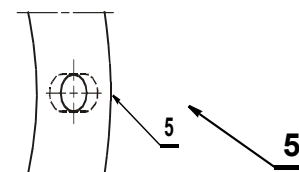

Abb. 8
- falls erforderlich, die Bohrungen der Isolierkupplung 5) (Abb. 8) erweitern;